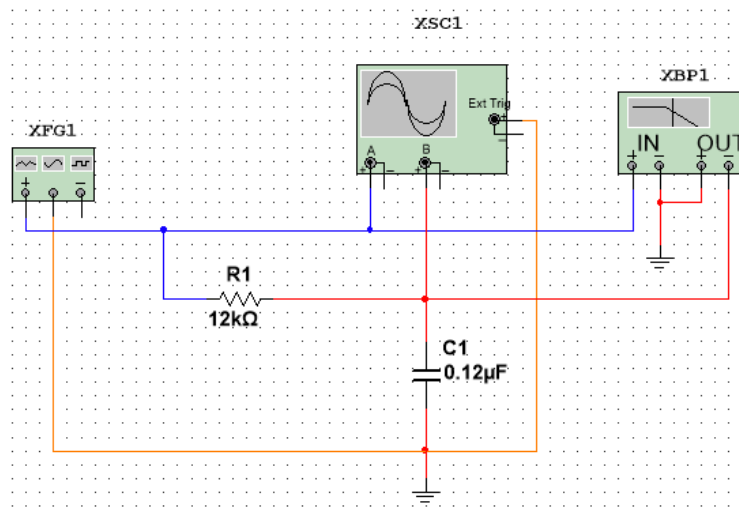

Рисунок 3.1
1.1 Зібрати схему дослідження ФНЧ, як показано на рис. 3.1.